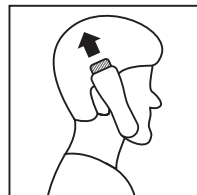

Figura 5
- Utilizar o mesmo pente para cortar os cabelos da lateral da cabeça (Figura 5).